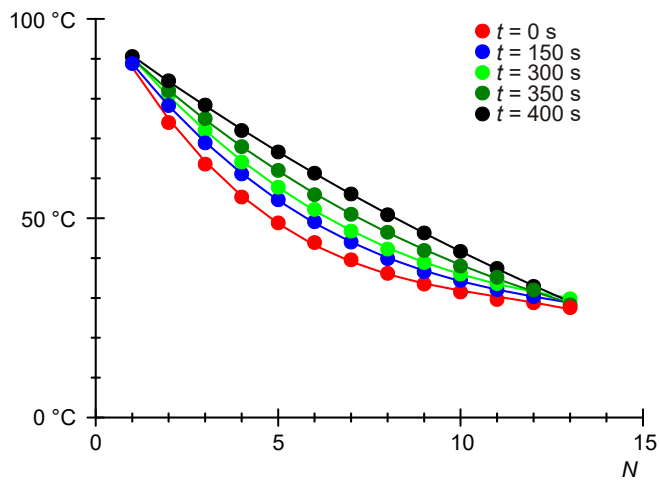

Fig. 2 : Températures le long de la barre en aluminium dans cinq séries de mesures effectuées dans un écart de 150 s
- Représenter les séries de mesures du tableau 1 sous forme graphique dans un diagramme $T(N)$ (Fig. 2).